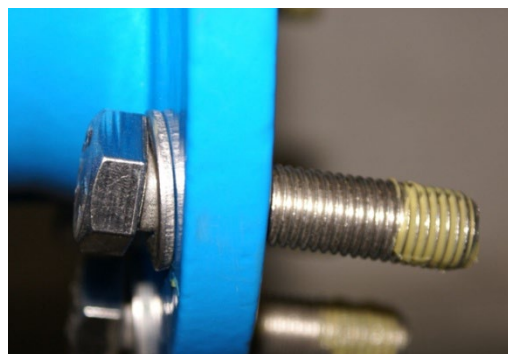

Figure 2
- Tous les éléments de transmission de puissance du raccord à bride (vis/écrous selon la figure 2) doivent être enduits d'un lubrifiant approuvé comme la graisse Klüber VR69-252.